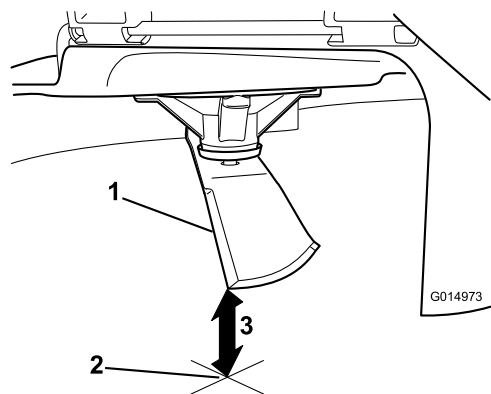

Figura 105
5. Mida desde la punta de la cuchilla hasta la superficie plana (**Figura 105**).